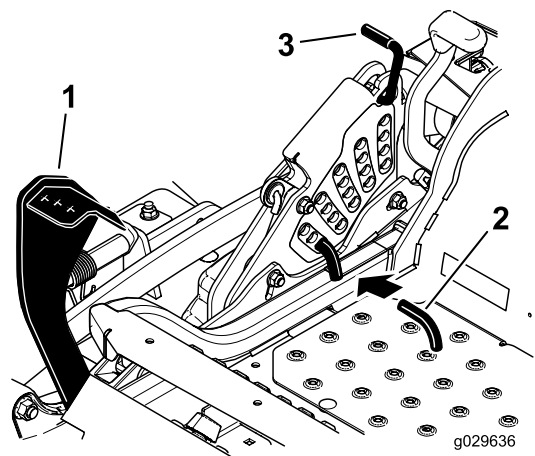

Figure 26
2. Appuyez sur la pédale de relevage du tablier avec le pied et relevez le tablier en position de transport (qui est aussi la position de hauteur de coupe de 140 mm [5½ po]); voir Figure 26.
3. Pour changer de hauteur de coupe, retirez la goupille fendue et l'axe de chape du support de hauteur de coupe (Figure 26).
4. Placez la goupille dans le trou du support correspondant à la hauteur de coupe voulue (Figure 26).